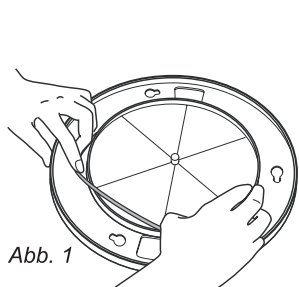

Abb. 1
1. Legen Sie den Gummi-Antriebsriemen um die Unterseite des Plattentellers (Abb.1).